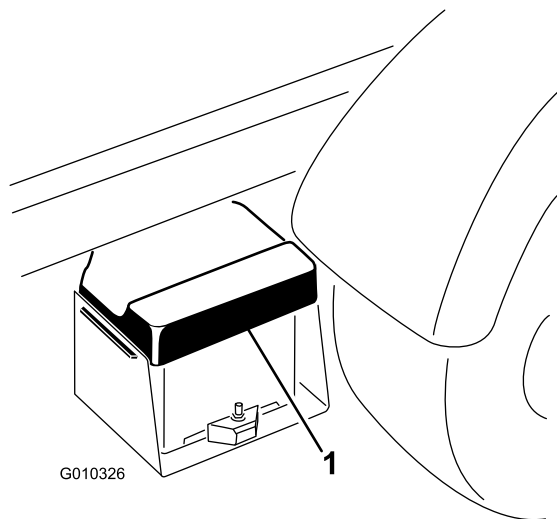

图 41
1. 挤压电池盖从电池座中松开凸耳然后从电池座中取出电池盖 图 41。